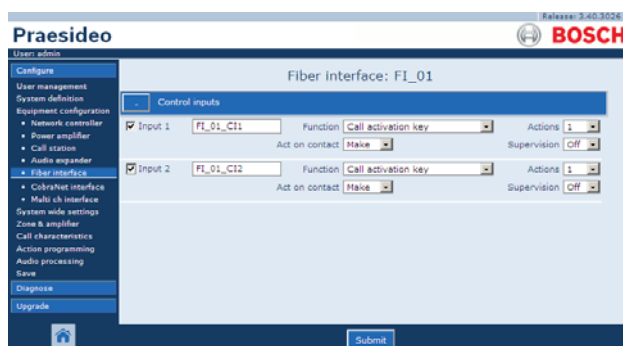

рисунок 44.51: Конфигурирование волоконно-оптического интерфейса, шаг 2
- 2 Щелкните на названии волоконно-оптического интерфейса, который должен быть сконфигурирован. В основной части веб-интерфейса откроется экран, подобный экрану, приведенному на рисунок 44.51.